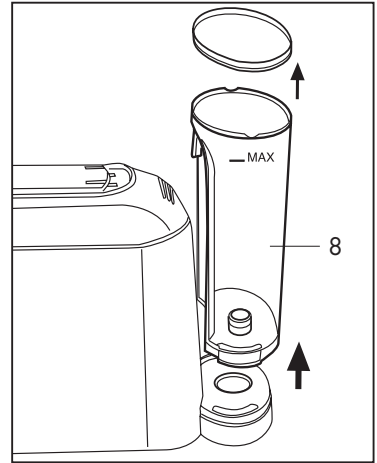

Abb. 1
- Entfernen Sie den Behälter (8) vom Gerät, indem Sie ihn nach oben ziehen, und entfernen Sie dann den Deckel (**Abb. 1**)